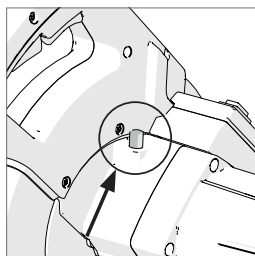

Fig. 39
- Appuyez sur le bouton noir de verrouillage de mandrin pour verrouiller le mandrin. **(Fig. 39)**